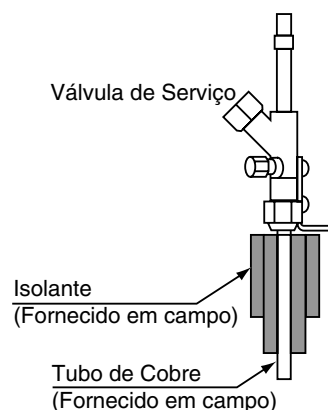

Fig. 5.4 Isolamento da Tubulação
- Isole a tubulação de refrigerante, conforme mostrado na Fig. 5.4